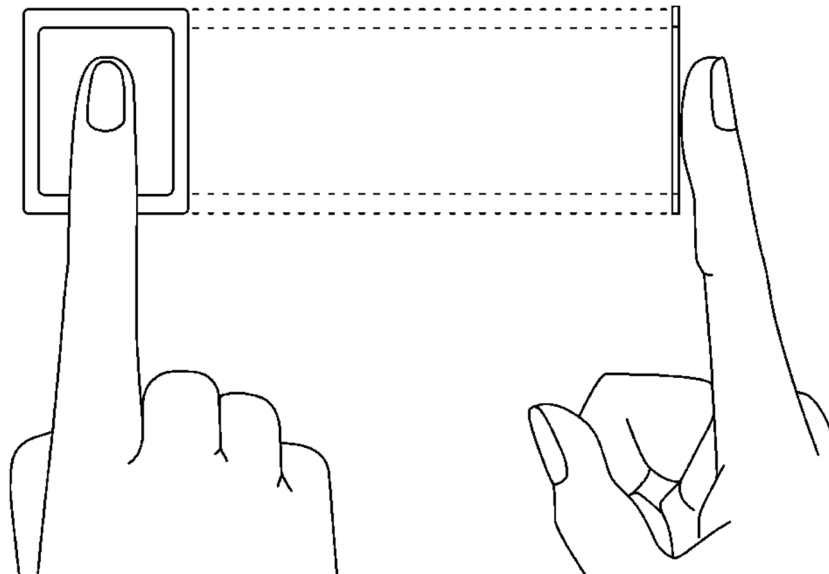

Abb. 5 Richtiges Auflegen des Fingers auf den optischen Scanner
- Die korrekte Platzierung des Fingers zum Zweck des Einlesens von Fingerabdrücken ist in Abb. 5 dargestellt. Bei Kindern (kleine Fingerabdrücke) wird empfohlen, den Fingerabdruck vor der Installation von FPAC-MAX FINGERABDRUCK zu überprüfen.